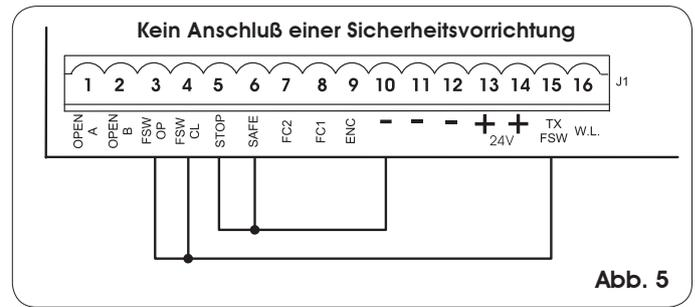

Abb. 5
**Anmerkung:** werden keine Sicherheitsvorrichtungen eingesetzt, so sind die Klemmen zu überbrücken, wie in Abb. 5 angegeben.
**Anmerkung:** werden keine Sicherheitsvorrichtungen beim Öffnungsvorgang angeschlossen, so sind die Eingänge **FSW OP** und **-TX FSW** mit Überbrückungsklemmen zu versehen (Abb. 5).
**Anmerkung:** werden keine Sicherheitsvorrichtungen beim Schließvorgang angeschlossen, so sind die Klemmen **FSW CL** und **-TX FSW** mit Überbrückungsklemmen zu versehen (Abb. 5).
**Anmerkung:** werden keine Sicherheitsvorrichtungen Leiste angeschlossen, so sind die Eingänge **SAFE** und - zu überbrücken (Abb. 5).